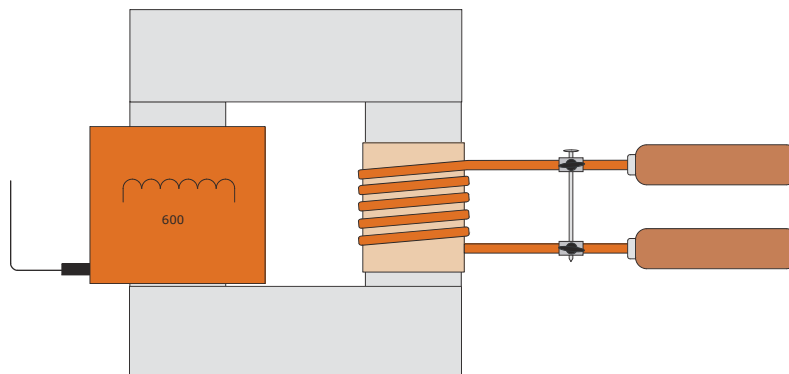

Fig. 2 Expérience de fusion de clous
- Montez le transformateur à courant fort comme le montre la fig. 2 et placez-le sur un support résistant à la chaleur.